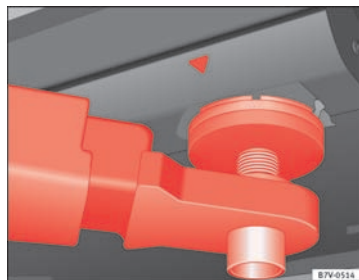
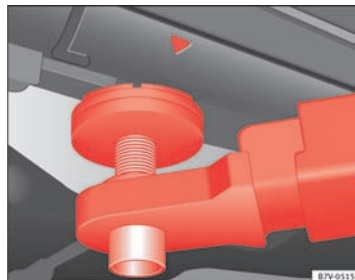

Fig. 122 Løftepunkter foran til løft af bilen med lift eller donkraft
Fig. 123 Løftepunkter bag til løft af bilen med lift eller donkraft
Bilen må kun løftes på de punkter, der er vist på billederne ⇒ Fig. 122 og ⇒ Fig. 123. Hvis du ikke løfter bilen på de viste steder, kan det forårsage skader på bilen ⇒ ⚠ og alvorlige kvæstelser ⇒ ⚠.
- Løft kun bilen på de punkter, der er vist på billederne ⇒ Fig. 122 og ⇒ Fig. 123. Hvis bilen ikke løftes på de viste løftepunkter, kan bilen falde ned fra liften, fx når motoren eller gearkassen afmonteres.